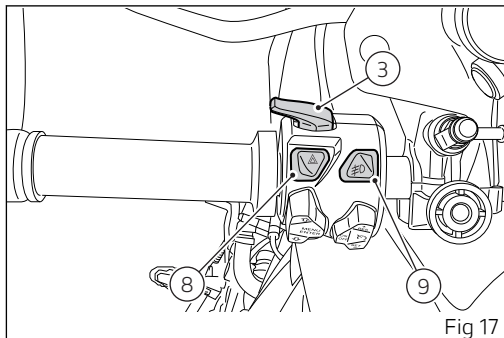

Fig 17
3) HIGH-BEAM / FLASH BUTTON (FLASH) (Fig 17)